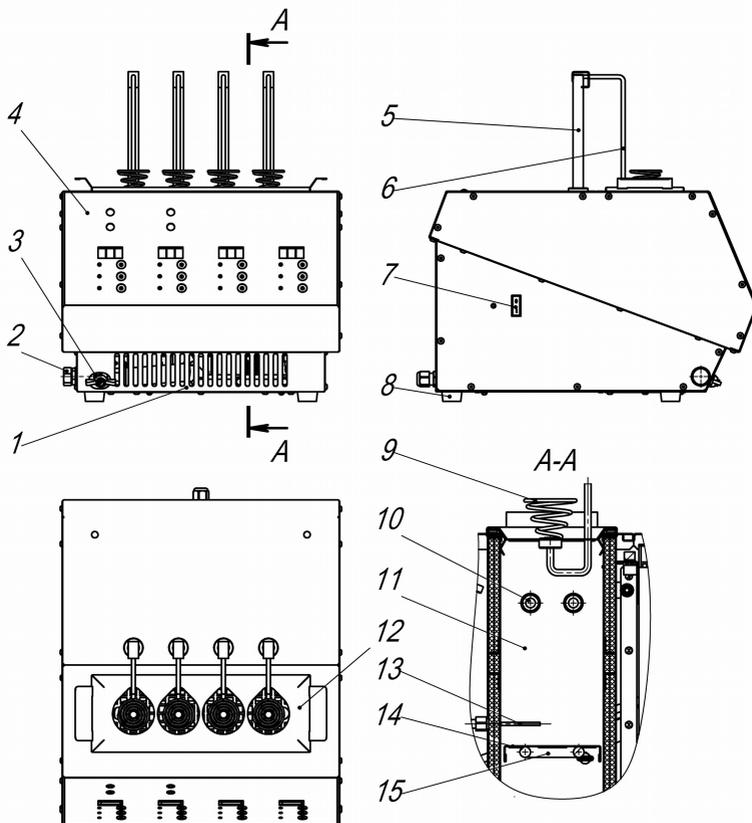

Рисунок 1
1.3.2.1 Изделие, см. рисунок 1, представляет собой четыре подвижных штока 5, установленные в корпусе 1 с опорами 8. На штоки 5 установлены съемные кронштейны 6 с корзинами для яиц 9. На левой стенке корпуса 1 расположен выключатель 7, включающий изделие. Спереди на корпусе 1 расположена панель управления 4 и снизу кран 3 для слива воды из ванны 11. На кран 3 установлена заглушка 2. В ванне 11 расположены ТЭН 15, нагревающий воду, с защитной решеткой 14, терморпара 13, контролирующая температуру воды, и датчики уровня 10, предупреждающие о недостаточном количестве воды в ванне 11. Ванна 11 закрыта крышкой 12, для уменьшения потерь воды при испарении.